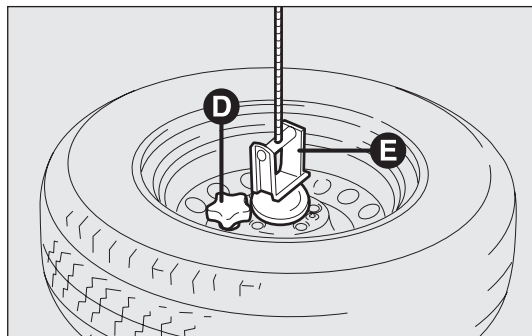

рис. 164
- ❑ отвинтите крепежный маховичок D – рис. 164 и освободите колесо от кронштейна E.
- возьмите снятое колесо, закрепите его к кронштейну E – рис. 164 и затяните маховичок D;